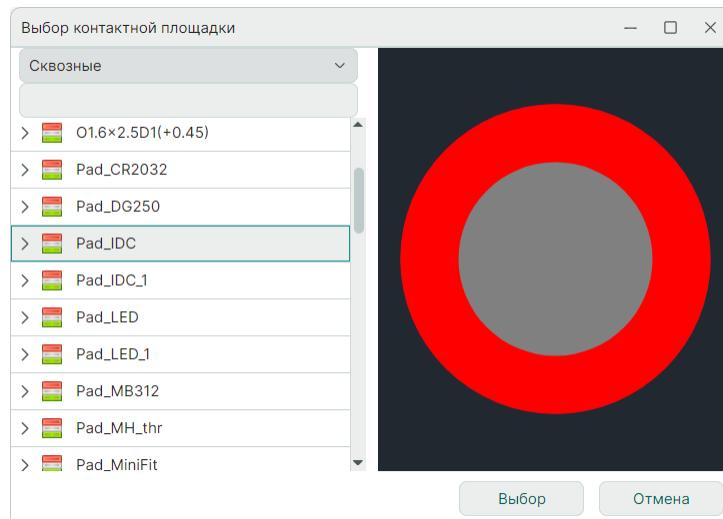

Рис. 93 Окно «Выбор контактной площадки»
2. Выберите контактную площадку в окне «Выбор контактной площадки» и нажмите «Выбор», см. Рис. 93.